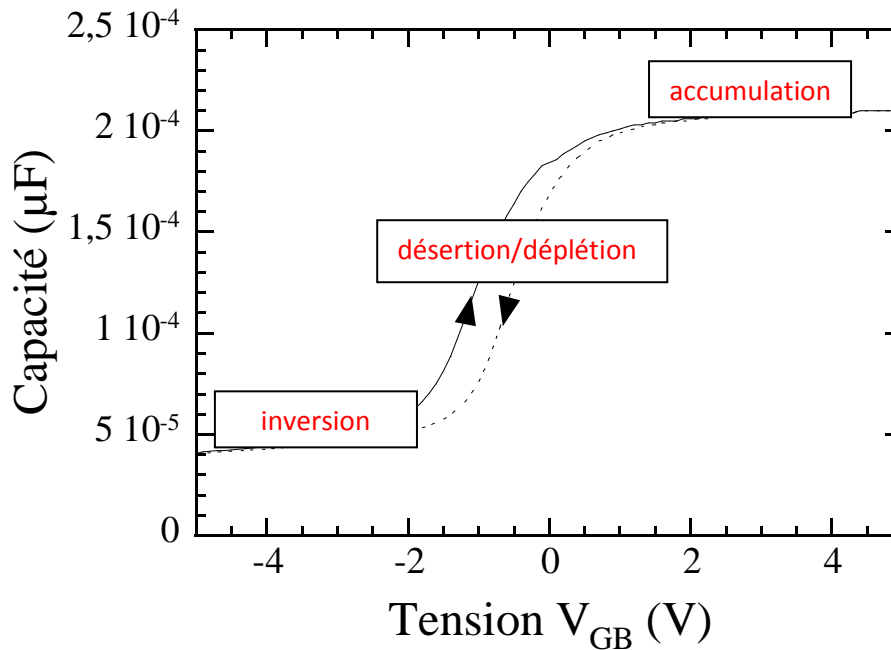

Figure 1 : Capacité d'une structure MOS en fonction de la tension de polarisation
Dans cet exercice, on considère une structure de type MOS. La figure 1 ci-après représente une mesure de la capacité formée par cette structure en fonction de la tension de polarisation  $V_G$  appliquée entre l'électrode de grille et celle de substrat de Si. On notera S l'aire de la surface du métal.
3. A partir de la figure 1, calculer l'épaisseur  $e_{ox}$  de la couche d'oxyde.
On a  $C_{ox} = 2,1 \times 10^{-4} \mu\text{F}$  d'après la figure 1. Or  $C_{ox} = S\epsilon_{ox}/e_{ox}$  et donc  $e_{ox} = 59 \text{ nm}$ .